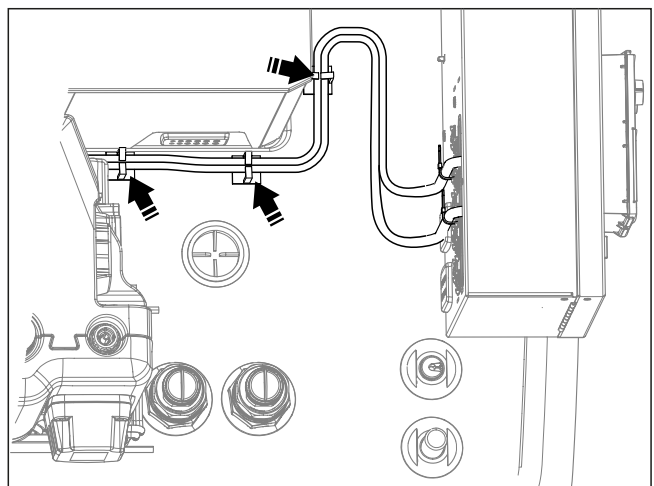

Bild 4-33 Verkabelung auf Speicherbehälter verlegen und befestigen
- 14 Nach außen führende Verkabelung auf dem Speicherbehälter befestigen (Bild 4-33).